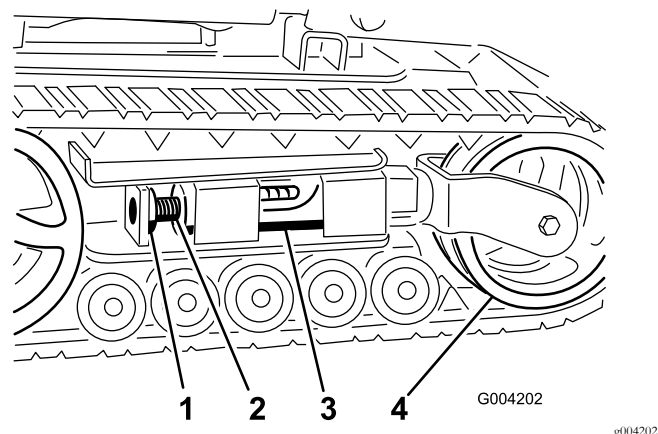
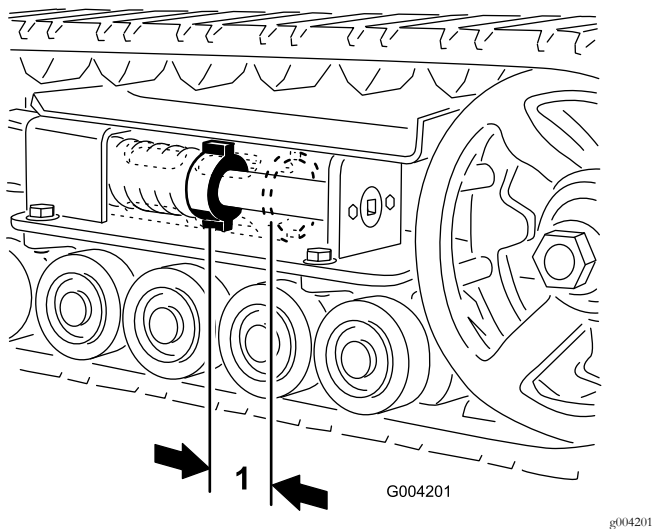
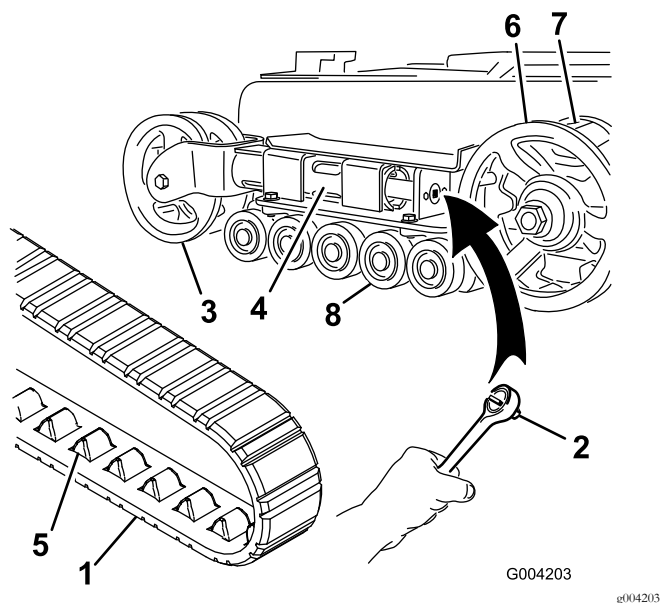
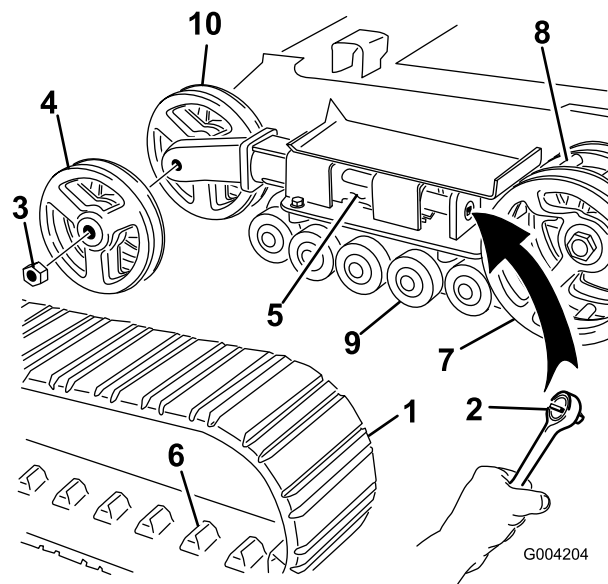

Рисунок 48
Рисунок 47
Рисунок 49
Рисунок 50
Между натяжной гайкой и задней стороной трубы натяжения должен быть зазор 7 см (Рисунок 47). Если это не так, отрегулируйте натяжение гусеницы, используя следующую процедуру:
4. Используя сменную головку размером 1/2 дюйма (Рисунок 49), поворачивайте натяжной винт против часовой стрелки до тех пор, пока расстояние между натяжной гайкой и задней стороной натяжной трубы (Рисунок 47) не станет равным 7 см.
5. Совместите ближайшую выемку в натяжном винте с отверстием в зажимном болте и закрепите винт при помощи зажимного болта и гайки (Рисунок 48).
3. Отвинтите зажимной болт и гайку (Рисунок 48).
4. Используя сменную головку размером 1/2 дюйма, ослабьте натяжение привода, вращая натяжной винт по часовой стрелке (Рисунок 48 и Рисунок 49).
5. Надавите на натяжной каток в направлении задней части тягового блока, чтобы придвинуть трубу вилки к каркасу (Рисунок 49). (Если она не касается рамы, продолжайте вращать натяжной винт до тех пор, пока труба натяжения не приблизится вплотную к раме).
7. Когда гусеница будет снята с натяжного катка, снимите ее с ведущего колеса и опорных катков (Рисунок 49).
8. Начиная с ведущего колеса, проложите вокруг него новую гусеницу, убедившись, что выступы на гусенице входят в зазор между проставками на колесе (Рисунок 49).
9. Протолкните гусеницу под опорные катки и одновременно между ними (Рисунок 49).
11. Поворачивайте натяжной винт против часовой стрелки до тех пор, пока расстояние между натяжной гайкой и задней стороной трубы вилки (Рисунок 47) не станет равным 7 см.
4. Используя сменную головку размером 1/2 дюйма, ослабьте натяжение привода, вращая натяжной винт по часовой стрелке (Рисунок 48 и Рисунок 50).
5. Надавите на натяжной каток в направлении задней части тягового блока, чтобы придвинуть трубу натяжения к раме (Рисунок 50). (Если она не касается рамы, продолжайте вращать натяжной винт до тех пор, пока труба натяжения не приблизится вплотную к раме).
6. Отвинтите гайку, которая крепит внешний натяжной каток, и снимите каток (Рисунок 50).
7. Снимите гусеницу (Рисунок 50).
8. Отвинтите гайку, которая крепит внутренний натяжной каток, и снимите каток (Рисунок 50).
12. Установите внутренний натяжной каток и закрепите его отвинченной ранее гайкой (Рисунок 50).
14. Установите новую гусеницу, убедившись, что выступы на гусенице входят в зазор между проставками в средней части ведущего колеса (Рисунок 50).
15. Установите внешний натяжной каток и закрепите его отвинченной ранее гайкой (Рисунок 50).
17. Вращайте натяжной винт против часовой стрелки до тех пор, пока расстояние между натяжной гайкой и задней стороной трубы натяжения (Рисунок 47) не станет равным 7 см.